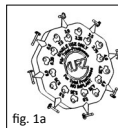
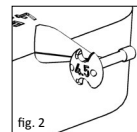

fig. 1a
fig. 2
■ **fig. 1a, 1b/2** Sizer disk (fig. 1a, 1b) for totale proteser er utstyrt med åtte satellittformet plasserte enkeltsize av ulike lengder (3,0-7,0 mm). På baksiden av hver sizer er den aktuelle lengden angitt (fig. 2). Utsparingene og boringene har til funksjon å gi vektreduksjon, samt å gi bedre oversikt under måleprosedyren i mellomøret.